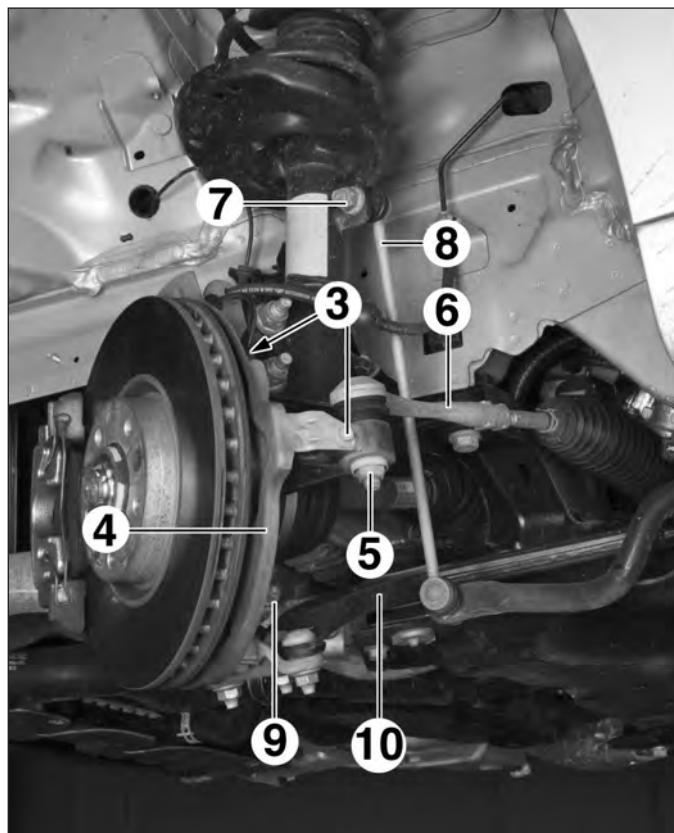

FIG.12
- les vis (3) de la protection (4) du disque (Fig.12),
- la protection (4) du disque,
- l'écrou (5) de la rotule de direction (6),
- l'écrou (7) de la biellette (8) de la barre stabilisatrice,
- le boulon (9) du triangle inférieur (10).
- la rotule de direction (6) du pivot avec l'outil [2],
- la biellette (8) de la barre stabilisatrice de l'élément de suspension,
- le triangle inférieur (10) du pivot,
- l'écrou (7) de la biellette (8) de chaque côté de la barre stabilisatrice,